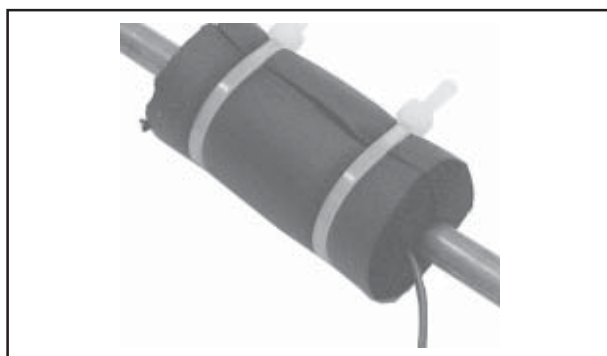

Fig. 5
- e) Quando existem correntes de ar sobre o ponto de fixação dos termopares, recomenda-se protegê-los com materiais isolantes, para eliminar a influência do ar sobre a medição. Normalmente se utiliza o mesmo material usado no isolamento térmico da linha de sucção (fig. 5).